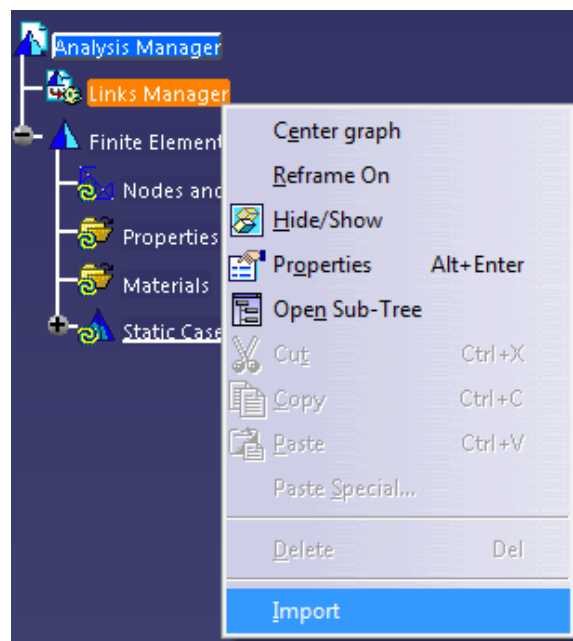

Figura 12 Introducción fichero de la pieza
-Sin tener el fichero de la pieza abierto, seleccionamos *Start* → *Analysis simulation* → *Generative Structural analysis* → *Static Analysis*, luego elegimos, en *Links Manager*, la opción *Import*, ver *Figura 12*, para importar el archivo tipo CAT.Part a nuestro análisis estático.